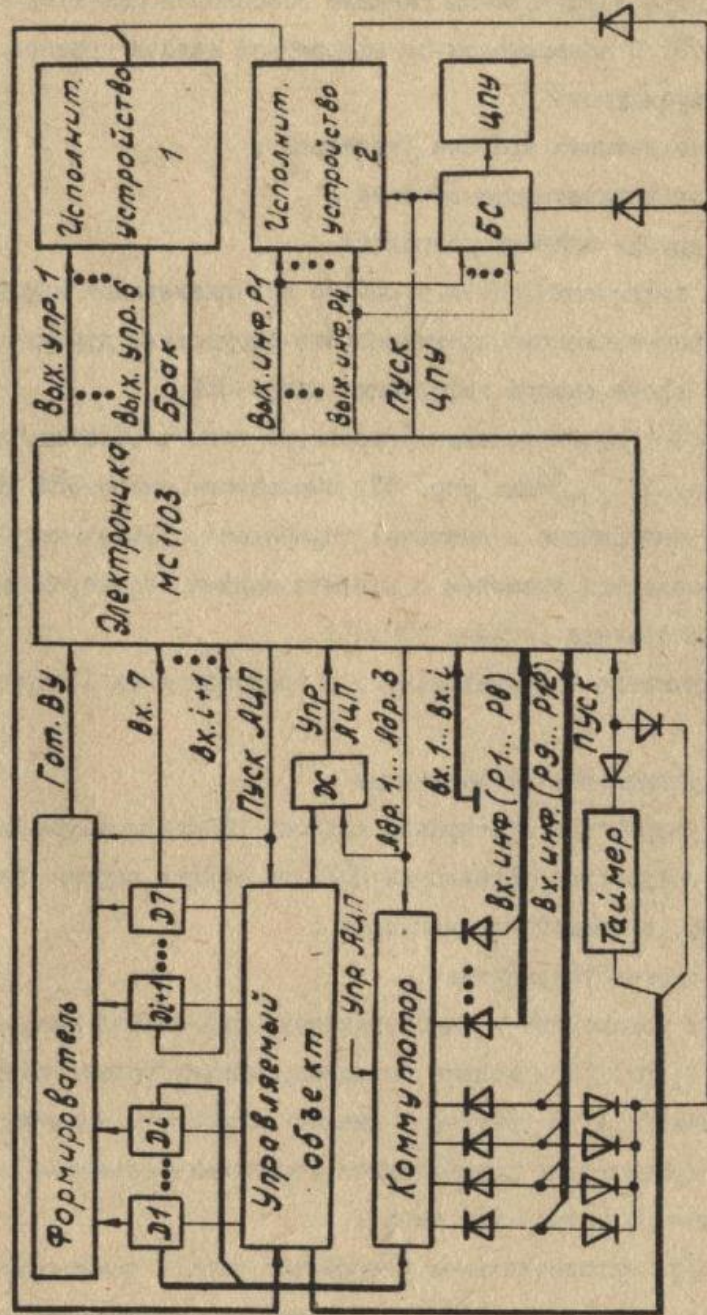

Рис. 8.2.
Сигнал о готовности ВУ принять следующую тетраду информации может подаваться и на входы "Вх. инф. P9" ... "Вх. инф. P12" микро-ЭВМ через развязывающие диоды (см. рис. 8.2). При коде "IIII" на этих входах микро-ЭВМ будет находиться в режиме ожидания. После смены этого кода на любой другой код микро-ЭВМ выдаст на ВУ сигнал "Пуск ЦПУ" и следующую тетраду выходной информации.
8.6.1. На рис. 8.2 приведен обобщенный пример подключения микро-ЭВМ через ВУ ввода и вывода к управляемому объекту эксперимента.